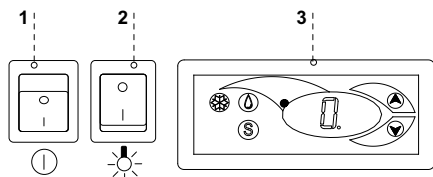

Рис.7 Пульт управления
- Включить кнопку главного выключателя Рис.7/1 (стр.34), что вызовет подключение регулятора температуры, а затем агрегата оборудования
- На пульте термостата Рис.7/3 (стр.34) установить температуру внутри витрины
- Включить кнопку освещения Рис.7/2 (стр.34)